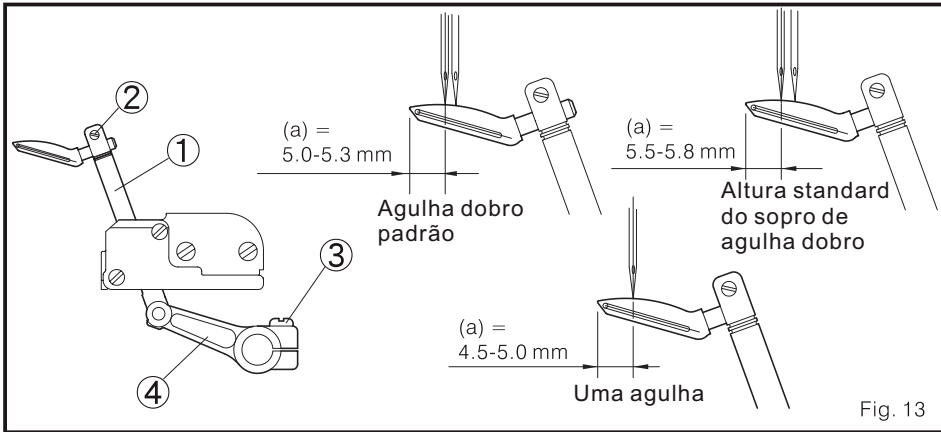

Fig. 13
- (2) Quando o looper superior se mexa até o ponto, mas à esquerda, ajuste o espaço (a) a uma posição apropriada. O método para fazer isto é soltando o parafuso 3, e mexa a manivela 4 para cima e debaixo para ajustar. Para o padrão de dobro agulha, por favor, leve a agulha esquerda como referência standard. (Fig. 13)